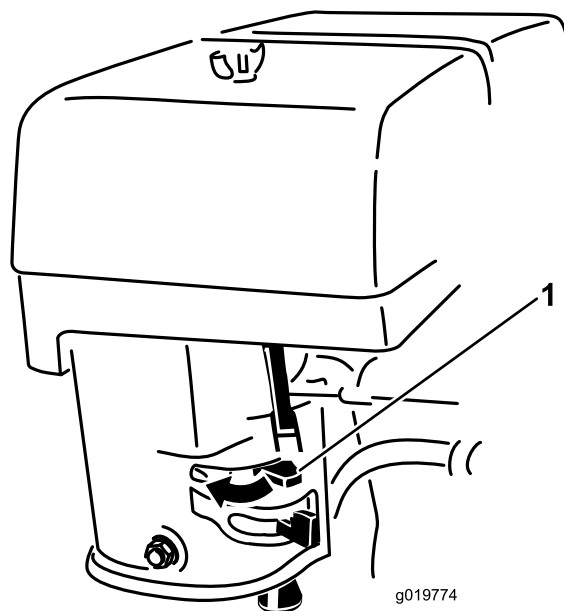

Figure 14
3. Déplacez la commande de starter vers la gauche pour démarrer le moteur à froid (Figure 14).